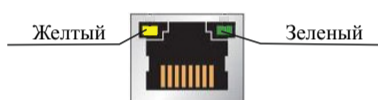

Рисунок 4
4.6 Для удобства пусконаладочных работ на разъемах R3-Link IN и R3-Link OUT размещены по два индикатора (рисунок 4). По их состоянию можно оценить состояние линии между двумя соседними приборами (таблица 3).